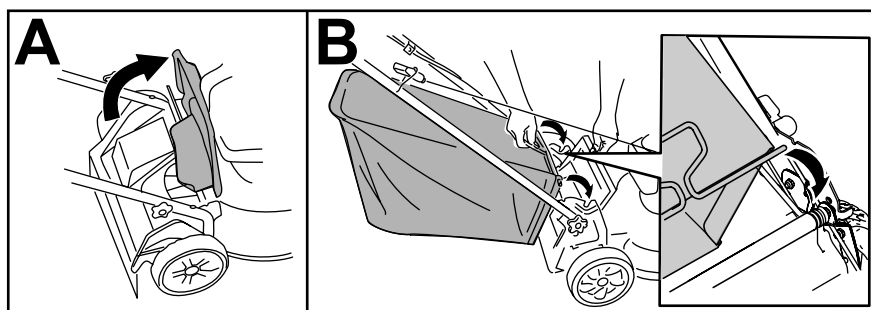

Figure 14
1. Soulevez le déflecteur arrière et gardez-le dans cette position (A de la Figure 14).
2. Montez le bac à herbe en veillant à placer les ergots dans les crans du guidon (B de la Figure 14).